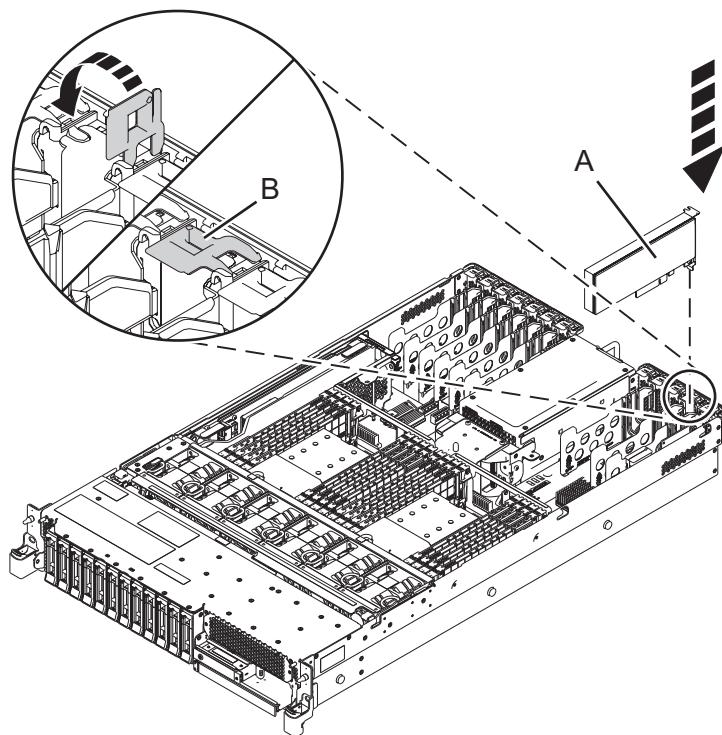

Figure 12. Installation ou remise en place d'une carte PCIe dans le système 5148-21L, 5148-22L, 8247-21L, 8247-22L, 8284-21A ou 8284-22A
7. Si le loquet de la carte (**B**) sur l'emplacement cible n'est pas déjà en position ouverte, mettez-le en position ouverte en le tirant vers l'extérieur de sa patte située à l'arrière du système, comme illustré dans la figure 12, à la page 21.
8. Saisissez avec précaution le bord supérieur ou la contre-poupée de la carte et alignez la carte avec l'emplacement et son connecteur sur le fond de panier du système (**A**), comme illustré dans la figure 12, à la page 21.
11. Pour verrouiller la carte dans son emplacement, tournez son loquet (**B**) dans la direction illustrée dans figure 12.